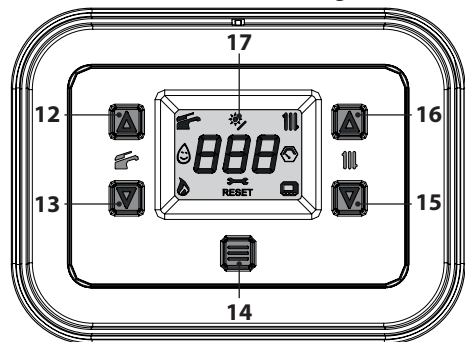
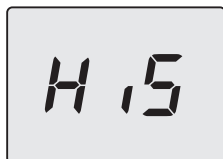

Figura 8.1
Figura 8.2
- Entrare in "modalità programmazione" premendo contemporaneamente per 5 secondi i tasti 13 e 15 (Figura 8.1) fino a far apparire sul display LCD le lettere **HiS** che indicano il menu "Storico delle caldaie" (Figura 8.2).
- Premere per 1 sec. il tasto 14 (Figura 8.1) per entrare nel parametro selezionato. Il display visualizzerà quanto segue (Figura 8.5).
- Premendo il tasto 14 (Figura 8.1) si ottiene la conferma del valore inserito. Il display visualizzerà per 5 sec. quanto segue (Figura 8.7) poi, si porterà al livello superiore.
- Premendo contemporaneamente i tasti 13 e 15 (Figura 8.1) si esce senza modificare il valore (ritorno al livello precedente Figura 8.4).
- tenere premuti contemporaneamente i tasti 13 e 15 per 5 sec. (Figura 8.1) (ritorno al livello precedente).